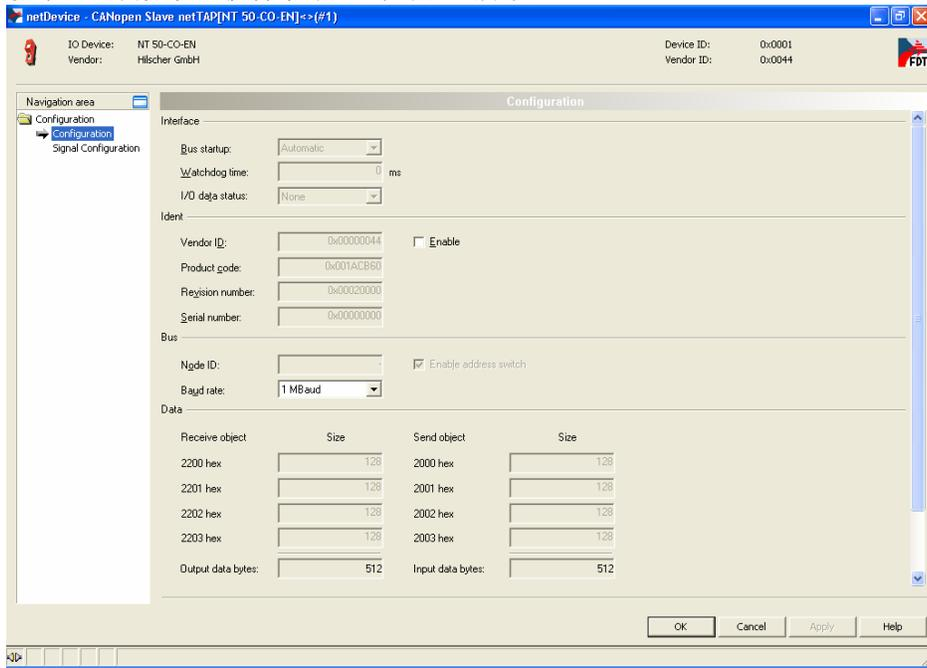

图 23
- 7) 右击网关图标，选择“Configuration”“CANopen Slave”，弹出对话框，设置网关作为 CANopen 从站的参数，只需要设置波特率即可，如图 23 所示。